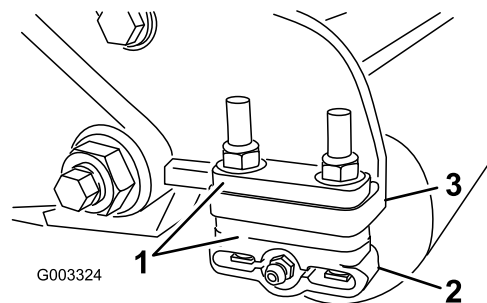

Рисунок 15
1. Отрегулируйте кронштейны заднего валика (Рисунок 15) на необходимый диапазон высоты скашивания путем установки необходимого количества проставок под монтажный фланец боковой пластины (Рисунок 15) в соответствии с таблицей высоты скашивания.